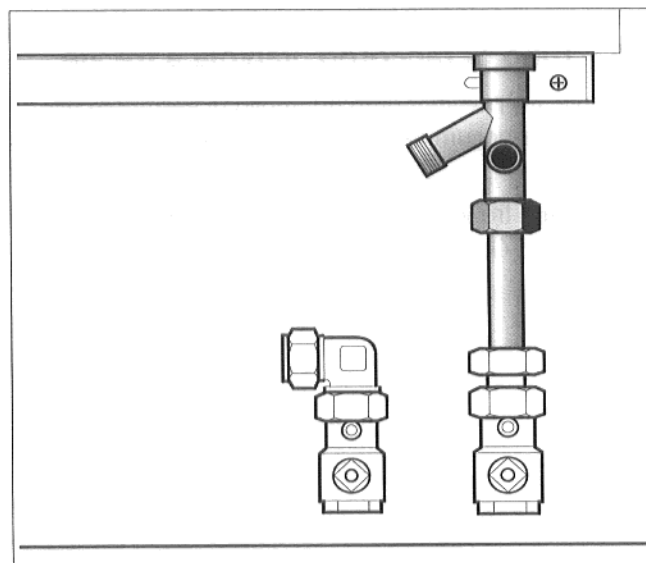

Fig. 4: tubo di ritorno, rubinetto di manutenzione
- Montare al ritorno caldaia il tubo di ritorno con anello torico (Fig. 4).
- Collegare al collegamento murale del ritorno il tubo di ritorno con il rubinetto di manutenzione (Fig. 4).